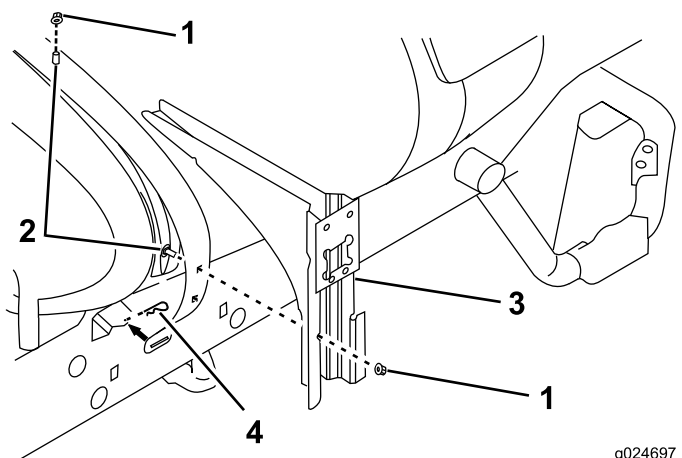

Figure 20
2. Insérez 1 boulon de carrosserie (3/8 x 1 po) dans les trous intérieurs supérieurs de la sangle arrière droite du réservoir (Figure 20).
3. Insérez 1 boulon de carrosserie (3/8 x 1 po) dans les trous extérieurs inférieurs de la sangle arrière droite du réservoir (Figure 20).
5. Montez le support de vanne sur les 2 boulons de carrosserie (3/8 x 1 po) à l'aide de 2 contre-écrous à embase (Figure 20).